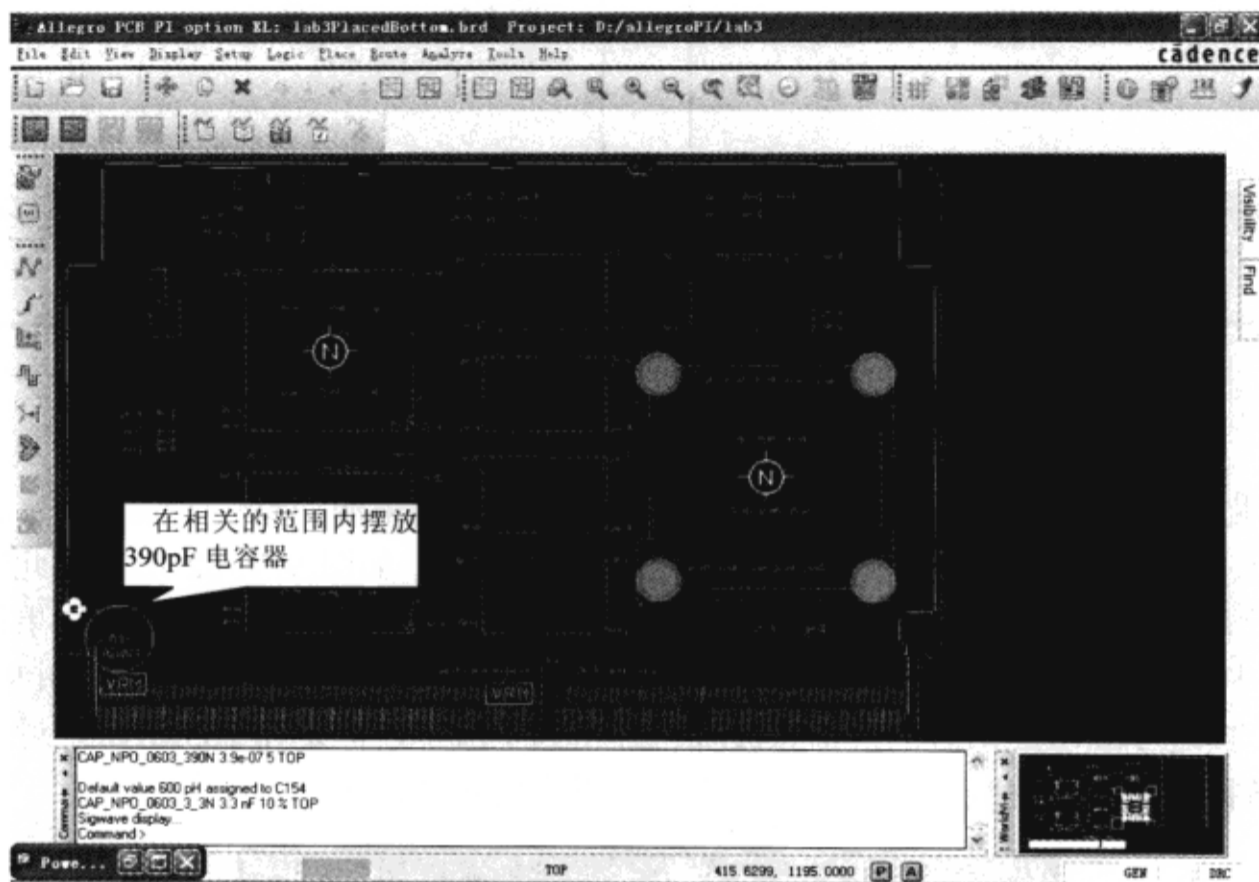

图 9-7-78 在相关的范围内摆放电容器
(9) 在 Allegro PCB PI option XL 窗口中 PCB 的高亮矩形中摆放一个电容器, 如图 9-7-78 所示。